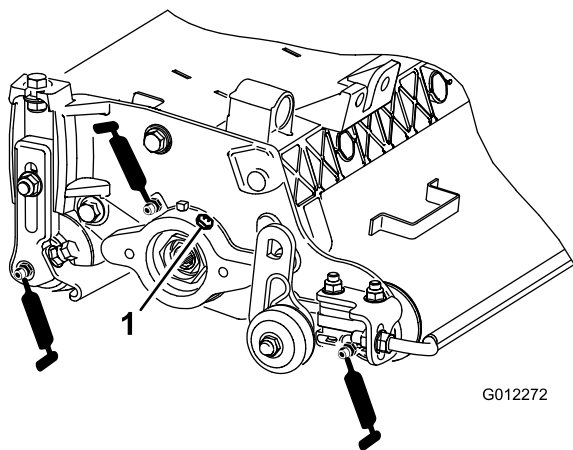

Figure 8
Chaque verticutter comprend 7 graisseurs (Figure 8) qu'il faut lubrifier chaque semaine avec de la graisse universelle au lithium N° 2.
2. Appliquez de la graisse jusqu'à ce qu'elle ressorte propre par les joint des rouleau et le clapet de décharge du roulement (Figure 8).